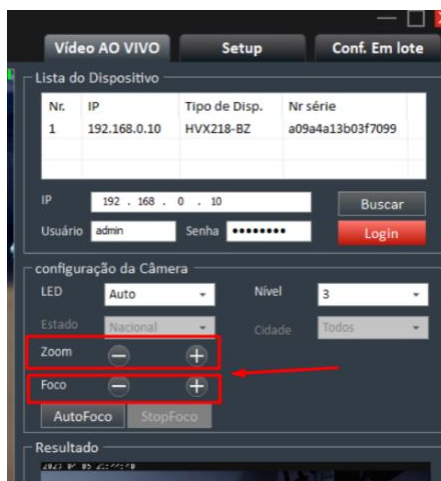

Figura 28: Ajuste de zoom e foco
2. Após a conclusão do passo acima, a imagem ficará desfocada. Clique no botão "AutoFoco" para obter o foco automático ou clique manualmente em "Foco" para fazer o ajuste fino (o tamanho da placa do carro deve ser alterado de acordo). Veja figura 28.